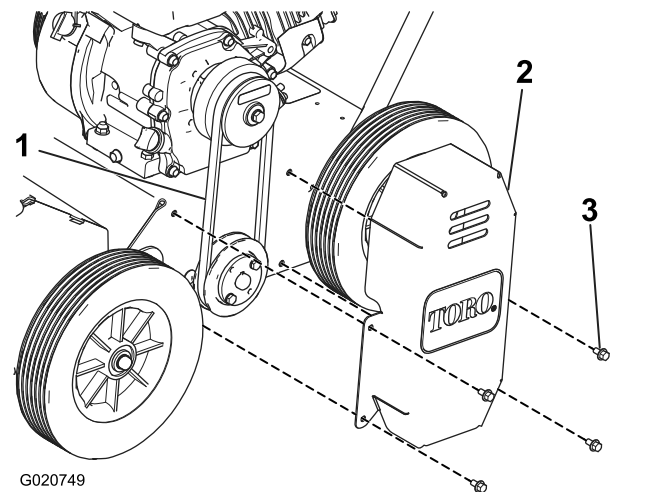

Figure 20
2. Retirez les 4 boulons qui fixent le couvercle de la courroie sur le côté gauche de la machine, et déposez le couvercle (Figure 20).
3. Contrôlez la tension de la courroie (Figure 20).